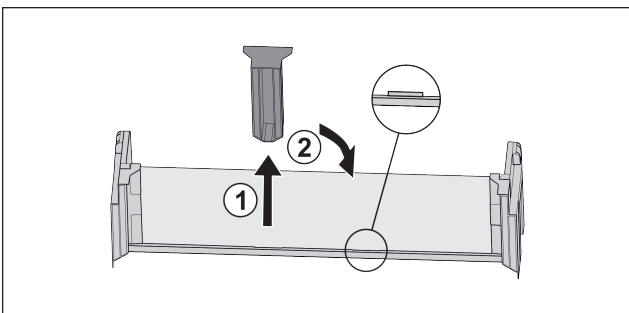

Fig. 22 *
- ▶ Middelste vasthoudddeel lostrekken Fig. 22 (1).*
- ▶ Middelste vasthoudddeel in tweede positie inzetten Fig. 22 (2).*